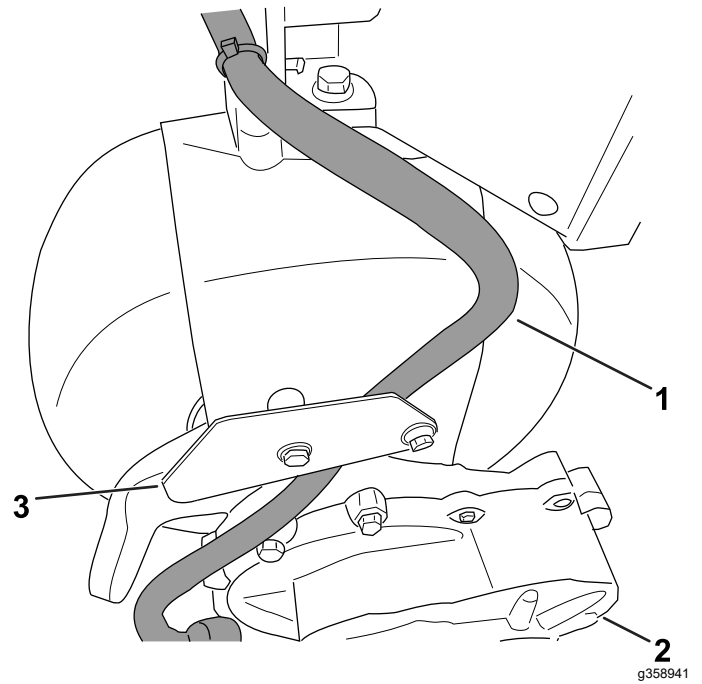

Figura 6
2. Enrute el arnés de cables de la caja de engranajes hacia el capó, tal y como se muestra en la Figura 6.